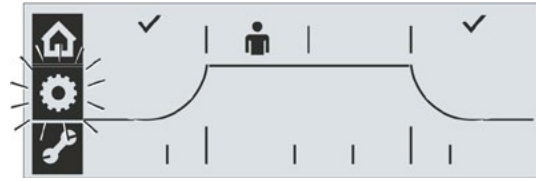

Fig. 13: Korrekt innstilling av endeveisinnstilling
17. Bekreft lagringen: Trykk på dreiebryteren. To haker, se Fig. 13, bekrefter kort den riktige endeveisinnstillingen, og den grønne LED-en «Driftklar» lyser. Symbolet «Menyen Endeveisinnstillinger» blinker i displayet.